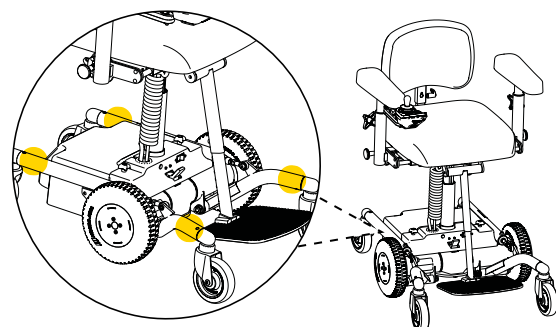

Abb. 3.3. Geeignete Griffstellen zum Anheben.
- Das Anheben sollte von zwei Personen durchgeführt werden. Geeignete Griffstellen befinden sich vorn an den Vorderbeinen des Fahrgestells und hinten an den Hinterbeinen des Fahrgestells, siehe Abb. 3.3.